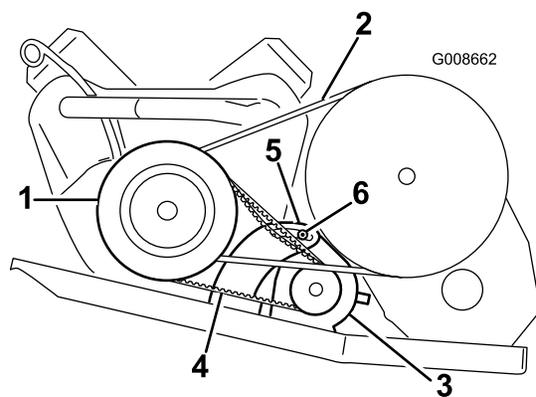

Figura 47
2. Solte a porca de articulação do motor de arranque (Figura 47).
4. Incline o motor de arranque até que a correia se movimente cerca de 6 mm quando aplicar uma força de 44 N (Figura 47).
5. Aperte a porca do gerador do motor de arranque e retire a barra de apoio (Figura 47). Aperte a porca a 88–115 Nm.